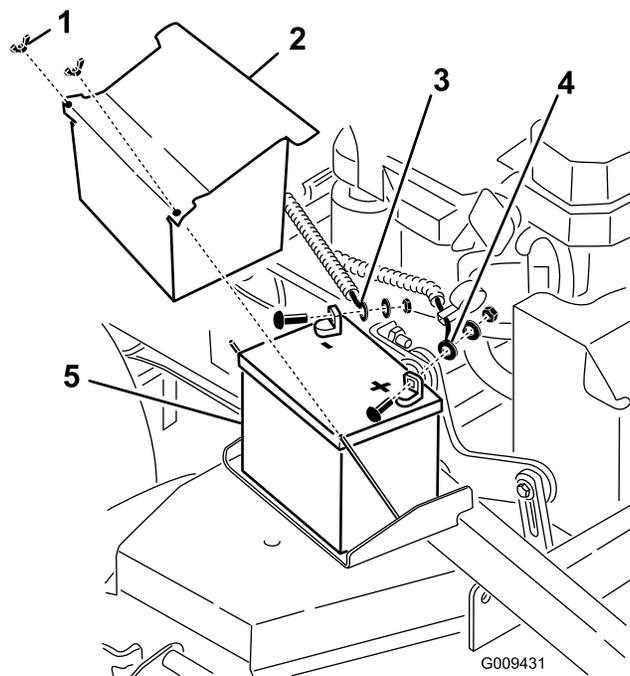

Figura 52
4. Desligue o cabo negativo da bateria do terminal negativo (-) da bateria (Figura 52).
6. Retire o cabo positivo (vermelho) da bateria (Figura 52).
7. Retire a placa de suporte da bateria e guarde todas as peças (Figura 52) e retire a bateria.
1. Coloque a bateria na máquina (Figura 52).
3. Instale o cabo positivo (vermelho) da bateria no terminal positivo (+) da bateria com uma porca, anilha e perno (Figura 52).
5. Instale o cabo negativo da bateria e o cabo de massa no terminal negativo (-) da bateria com uma porca, anilha e perno (Figura 52).